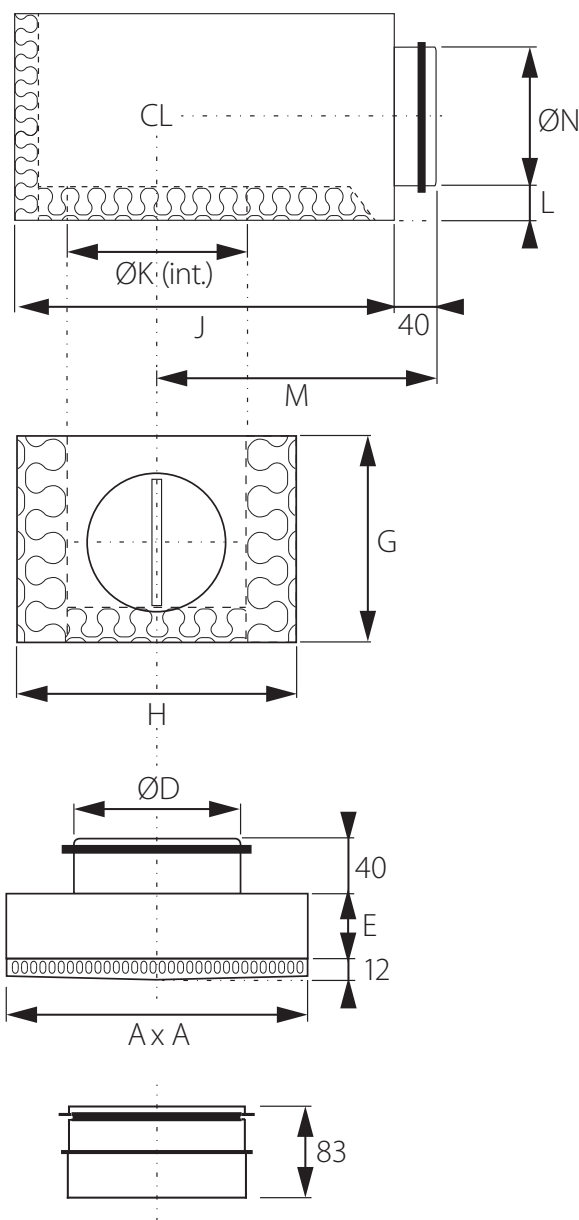

Bild 1. Mått STD, FK samt MN (mm).
- Se steg-för-steg förfarande i bild 1 för demontering i samband med rensning av trycklåda och kanalsystem.